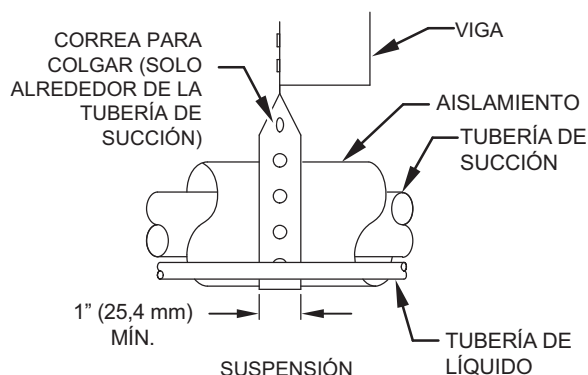

Fig. 1 – Instalación de la tubería de conexión
5. Cuando tienda los tubos de refrigerante a través de la pared, selle la abertura con RTV u otro tipo de masilla de silicona flexible (consulte la Fig. 1).
7. No suspenda las tuberías de refrigerante en vigas ni travesaños con un cable o correa rígidos, en contacto directo con las tuberías (consulte la Fig. 1).
9. Si es necesario, use correas para colgar de 1 pulg. de ancho que se adaptan a la forma del aislamiento de la tubería (consulte la Fig. 1).